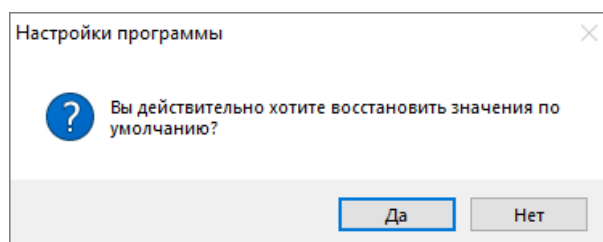

Рисунок 12-104 Окно подтверждения возврата в настройкам по умолчанию
- **Настройки по умолчанию** – нажмите эту кнопку, если необходимо восстановить предустановленные настройки. В открывшемся диалоговом окне подтверждения возврата к настройкам по умолчанию (см. Рисунок 12-104) нажмите кнопку «Да», чтобы подтвердить возврат к настройкам по умолчанию (либо нажмите кнопку «Нет», чтобы отказаться от возврата к настройкам по умолчанию);